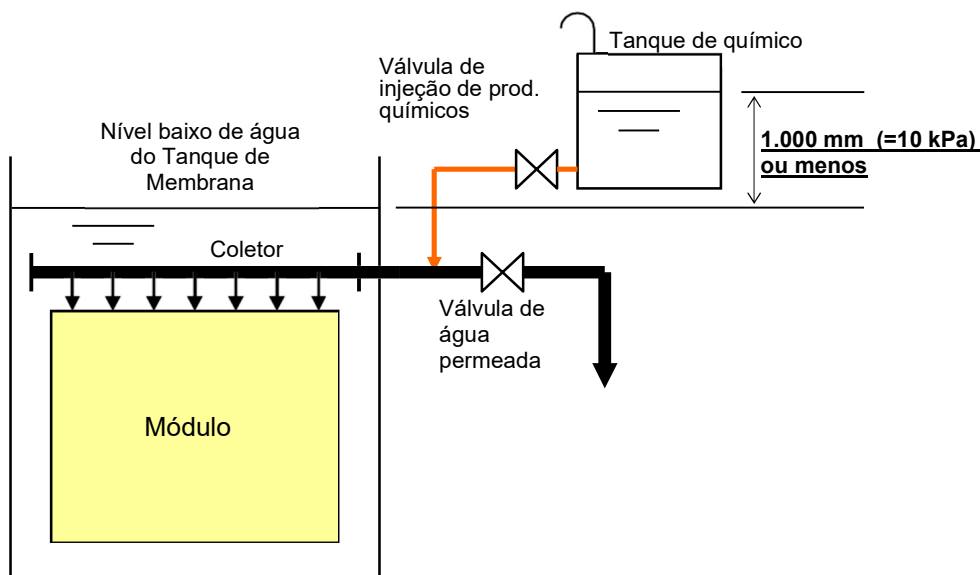

Fig.VIII-3 Limpeza Química com Tanque de Químico situado acima do Tanque de Membrana
- b. Limpeza química utilizando o tanque acima do tanque de membrana (Fig.VIII-3)